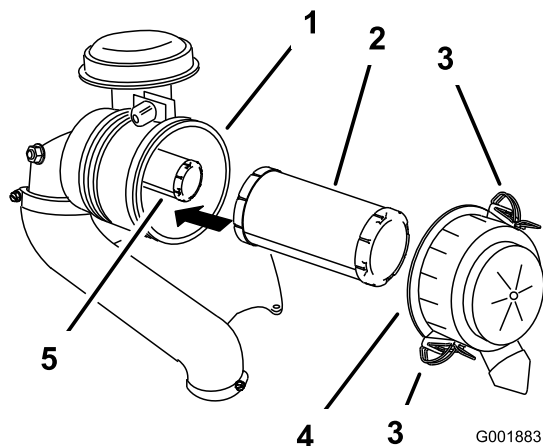

Figura 26
3. Rilasciate i dispositivi di fermo del filtro dell'aria e togliete il coperchio dal corpo del filtro (Figura 26).
5. Estraete con cautela il filtro primario dal corpo del filtro dell'aria (Figura 26).
2. Se sostituite il filtro di sicurezza, fatelo scorrere delicatamente nel corpo del filtro (Figura 26).
3. Montate con cautela il filtro primario sul filtro di sicurezza (Figura 26).
4. Montate il coperchio del filtro dell'aria con il lato contrassegnato **up** (alto) rivolto in alto, quindi fissate i dispositivi di fermo (Figura 26).